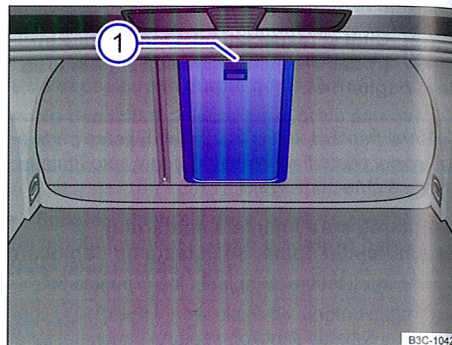

Fig. 104 În portbagaj: manetă de deblocare cu marcaj ①.
- Rabatați capacul trapei de încărcare spre înapoi, până când acesta se fixează în poziție. Marcajul roșu de pe partea portbagajului ⇒ fig. 104 ① nu mai trebuie să fie vizibil.